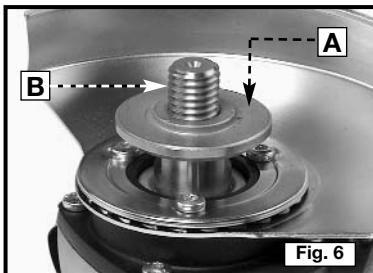
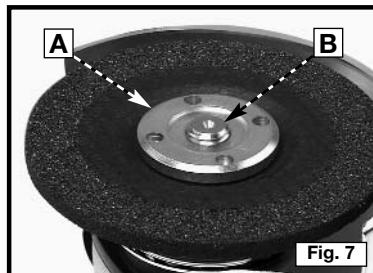

Fig. 6
Fig. 7
2. Placer le flasque interne (A) Fig. 6 sur l'arbre (C) avec le moyeu rond tourné vers l'extérieur, dos à la machine. Faire pivoter le flasque jusqu'à ce qu'il tombe en place sur l'arbre.
4. Placer le flasque externe sur l'arbre (A) Fig. 7 avec son côté plat contre le disque, Fig. 6 et le visser à la main.